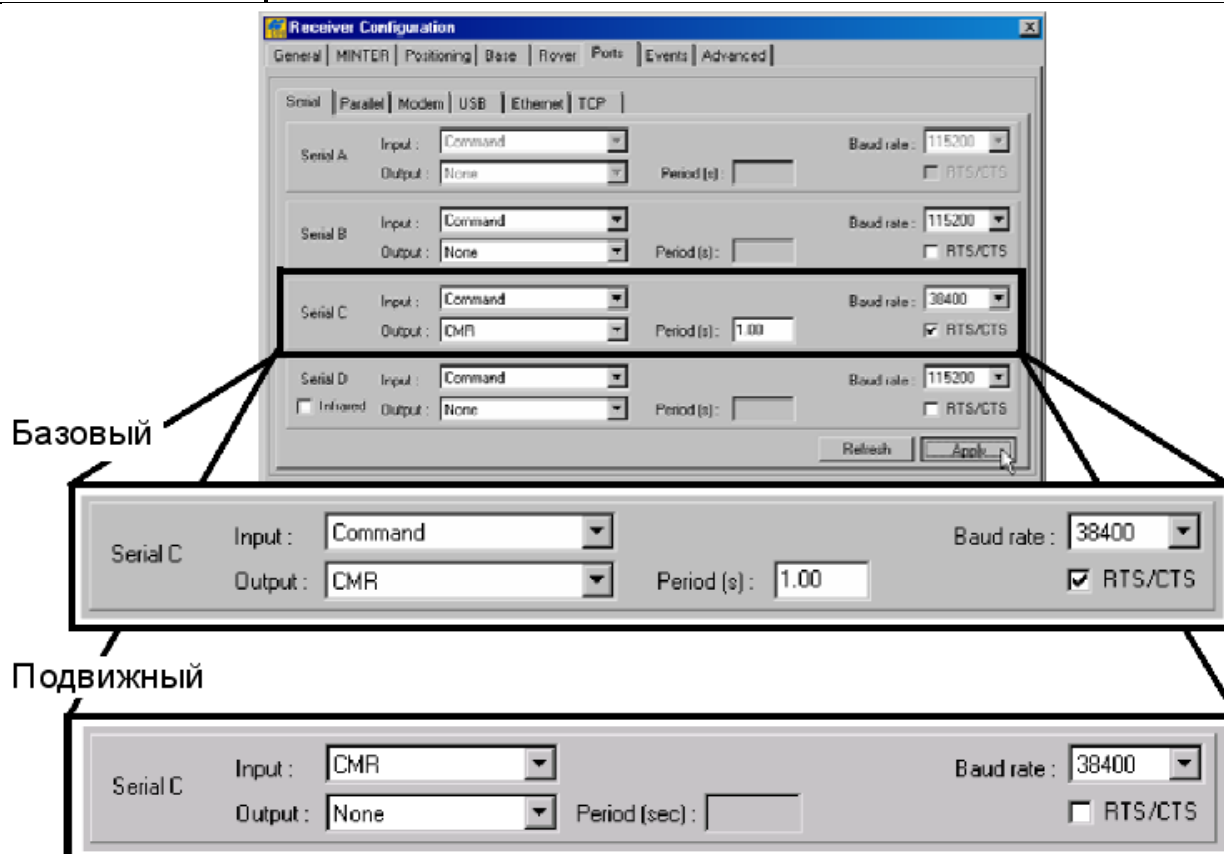

Рисунок 3-14. Настройки портов для базового и подвижного приемников при РТК съемке
11. Для RTK съемок выберите вкладку *Ports* (Порты) и установите параметры последовательного порта (см. Табл. 3-6), после чего щелкните на кнопке *Apply* (Применить), см. рис. 3-14 на стр. 3-18.